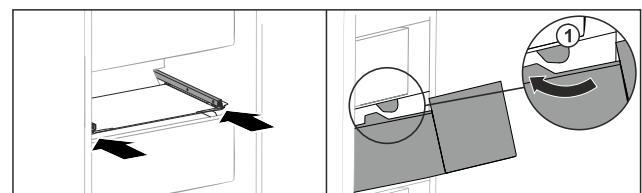

Fig. 134
- Schubfach um die Stopper Fig. 134 (1) herumführen.